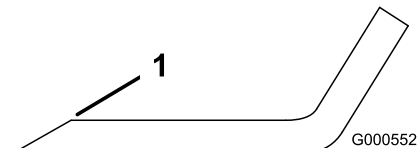
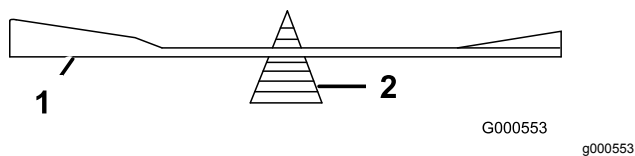

Figura 50
Figura 51
1. Utilice una lima para afilar el filo de corte en ambos extremos de la cuchilla (Figura 50). Mantenga el ángulo original. La cuchilla permanece equilibrada si se retira la misma cantidad de material de ambos bordes de corte.
2. Verifique el equilibrio de la cuchilla colocándola sobre un equilibrador de cuchillas (Figura 51). Si la cuchilla se mantiene horizontal, está equilibrada y puede utilizarse. Si la cuchilla no está equilibrada, rebaje algo el metal en la parte de la vela solamente con una lima (Figura 50). Repita este procedimiento hasta que la cuchilla esté equilibrada.